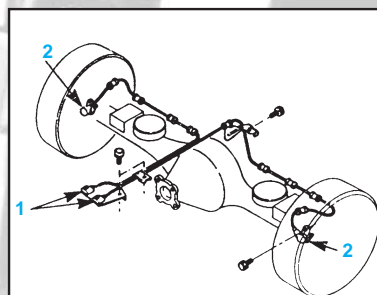

fig. Fr. 34
- Les connecteurs (1), les câbles, colliers et vis (fig. Fr. 34).